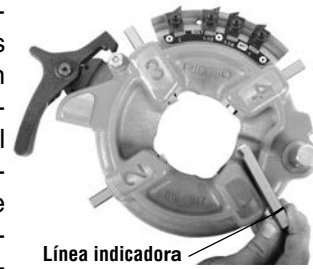

Figura 14 – Inserción de terrajas
5. Introduzca las terrajas apropiadas en el cabezal, con el borde que lleva el número orientado hacia arriba, hasta que la línea indicadora esté al ras con el borde del cabezal (vea la Figura 14). Los números en las terrajas deben coincidir con los números en las ranuras del cabezal. Siempre cambie el juego completo de terrajas. No mezcle terrajas de distintos juegos.